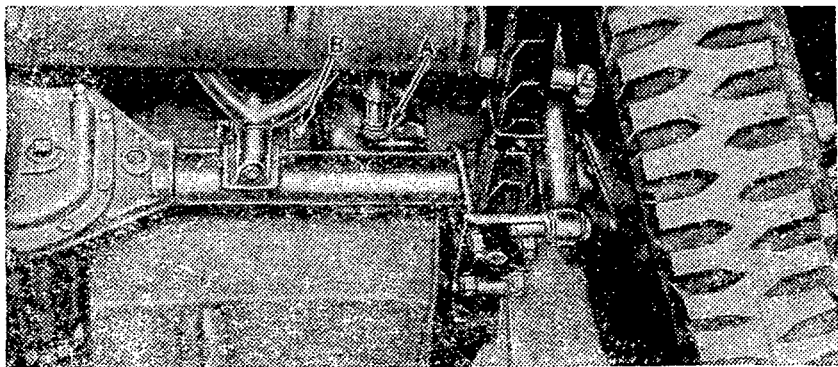

Рис. 3. Уплотнение (сальник) продольной рулевой тяги
2. Осмотри и тщательно проверь резиновое уплотнение *A* в месте выхода продольной рулевой тяги. Болт *B* должен быть плотно затянут (рис. 3).